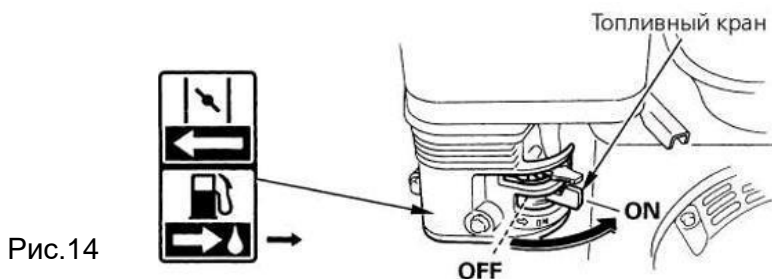

Рис.14
1. Поверните рычаг крана подачи топлива в положение **ON** (включено) (см. рис. 14).